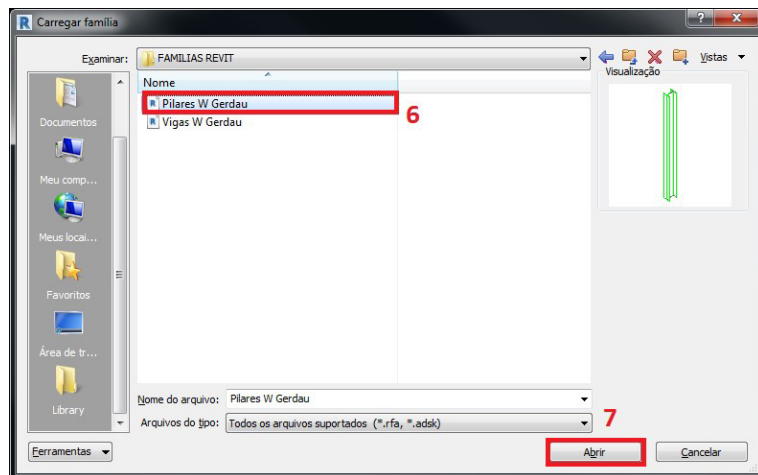

Figura 21 - Abrir família de pilares.
6. Selecionar o arquivo a ser carregado, conforme mostra a figura 21.